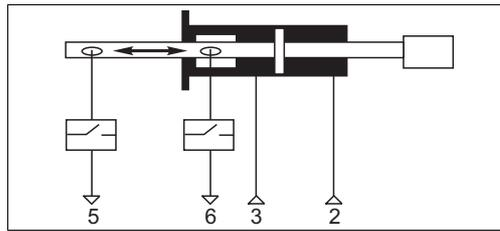

Abb. 11: Aufkleber auf Pneumatik-Anschlussblock
1. Orientieren Sie sich an dem Aufkleber (Abb. 11) des Pneumatik-Anschlussblocks, um Ihre Druckluftschläuche anzuschließen.